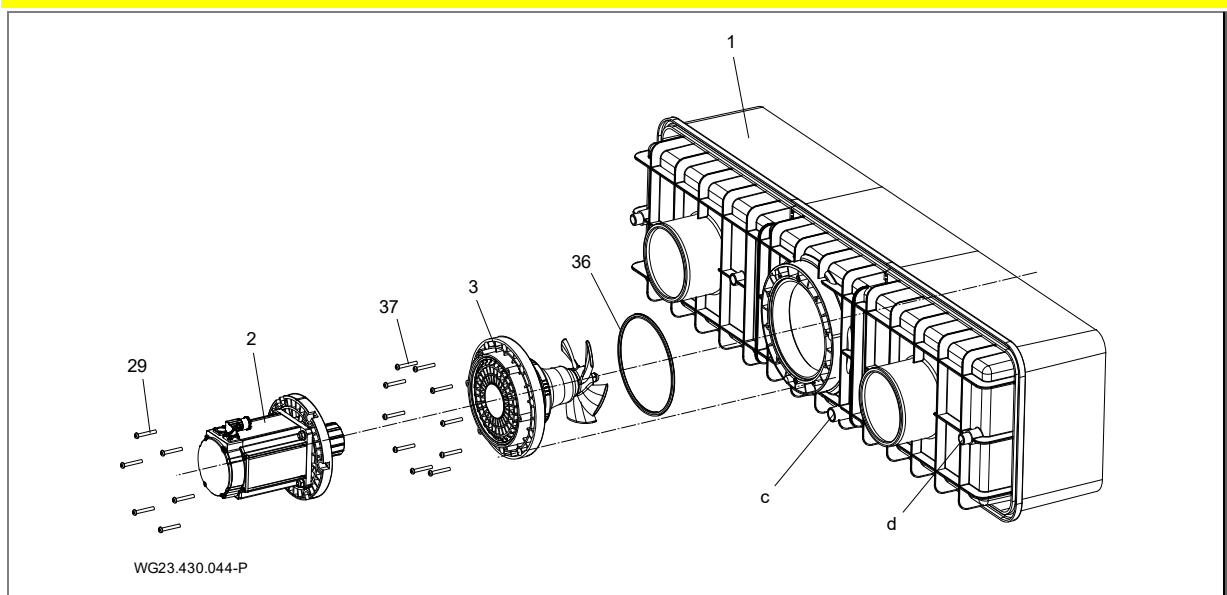

Fig. 16
1. Avfett tilkoblingsstussen (d, (Fig. 16)) på plashuset (1) og tilkoblingsbøssingen på kabelbeskyttelsesslangen (12) med PVC-U/ABS-rengjøringsmiddel.
Anlegget skal anbringes i en sjakt som grenser til bassengkanten. I oppstillingsrommet må det finnes en lytefri lufting og ventilasjon og et tilstrekkelig gulvavløp. En festemulighet for frekvensomformeren og koblingsskapet samt kabelbeskyttelsesslangen (helst over vannivå) må finnes. I sjakten må det finnes en tilkobling for en potensialutjevning. Se "Fig. 16" side 22.